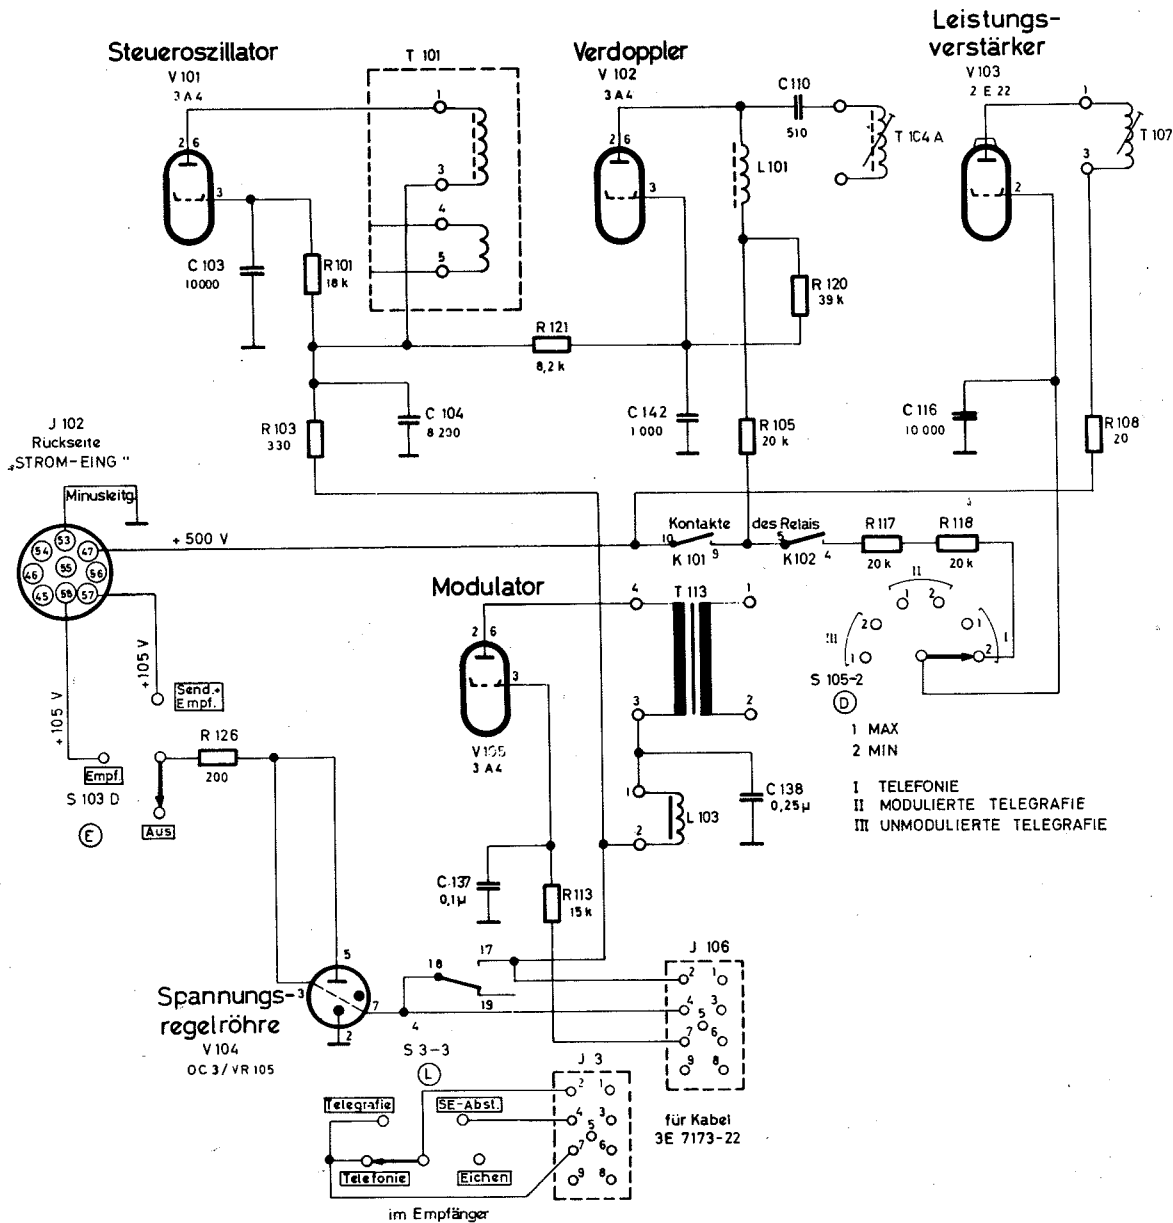

Bild 79 Anoden- und Schirmgitterkreise des Senders
5.2.11 Anoden- und Schirmgitterkreise des Senders (Bild 79)
b) Die Anode des Leistungsverstärkers. Der Stützpunkt 47 liefert 500-Volt-Anodengleichspannung für die Leistungsverstärkerröhre V 103. Die Anode der Röhre V 103 ist durch die Spule T 107 und Widerstand R 108 mit Stift 47 des Steckers J 102 verbunden (Bild 79), d. h., bei Anschluß des Handgenerators oder des Stromversorgungsgerätes wird die Röhre des Leistungsverstärkers gespeist.